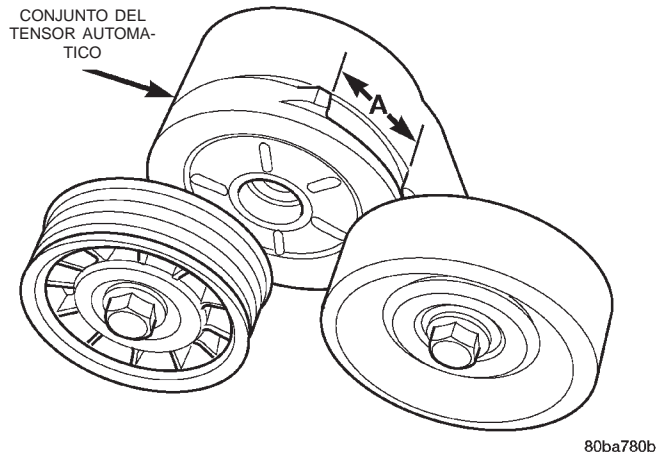

Fig. 58 Indicador de desgaste de la correa de transmisión de accesorios—motor 4.7L
- (3) Con la correa de transmisión instalada, inspeccione el indicador de desgaste de la correa (Fig. 58). La luz entre la lengüeta y el tope de la caja (medida A), no debe exceder 24 mm (0,94 pulg.). Si la medida excede esta especificación, reemplace la correa de transmisión de accesorios en serpentina.